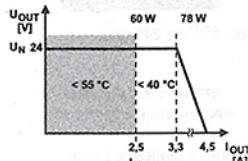

Fig. 5
**5. Sortie (②, Fig. 5)**
Intensité de sortie. (Se référer à la Figure 5).